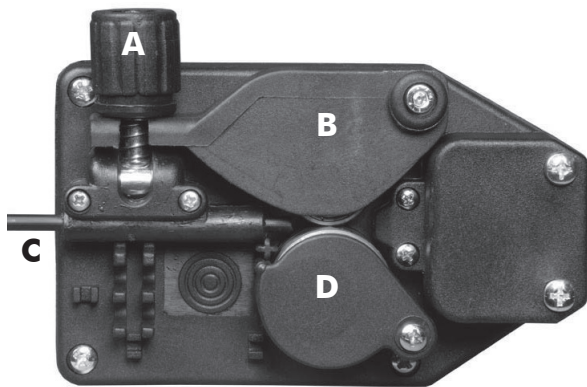

Abbildung 5
- Schrauben Sie die Mutter (1) der Haspel (Trommelbremse) ab und entfernen die Feder (2) und den Außenring (3).
- Die Spule (4) nach Entfernung der Plastikummhüllung wieder in die Haspel einlegen. Den Außenring (3), die Feder (2) und die Plastikmutter (), die das Bremssystem für die Spulengeschwindigkeit bilden, wieder an Ort und Stelle bringen. **BITTE BEACHTEN:** Die Mutter darf nicht zu fest angezogen werden; ist der Druck zu hoch, wird der Motor für die Bewegung des Drahtes überbeansprucht. Ist er zu schwach, hält die Spule bei Beendigung der Schweißarbeiten nicht sofort an.
• Plastikdrehgriff lockern (A) und senken und die Drahthebel anheben (B) (Abb.5). Etwaige Drahtrückstände aus der Drahthülle entfernen.
• Draht aus der Spule lassen und mit einer Zange so festhalten, der er sich nicht abwickeln kann. Das Ende vor dem Einführen in die Führung (C) ggf. gerade biegen. Draht so einführen, dass er über den unteren Rollen (D) verläuft und die Drahthülle eintritt.
• Drahthebel (B) senken und mit dem Plastikdrehgriff (A) Druck aufbauen. Leicht anziehen. Ein übermäßiger Anzug kann Motorschäden verursachen, bei zu lockerem Anzug wird der Draht von den Rollen nicht befördert.